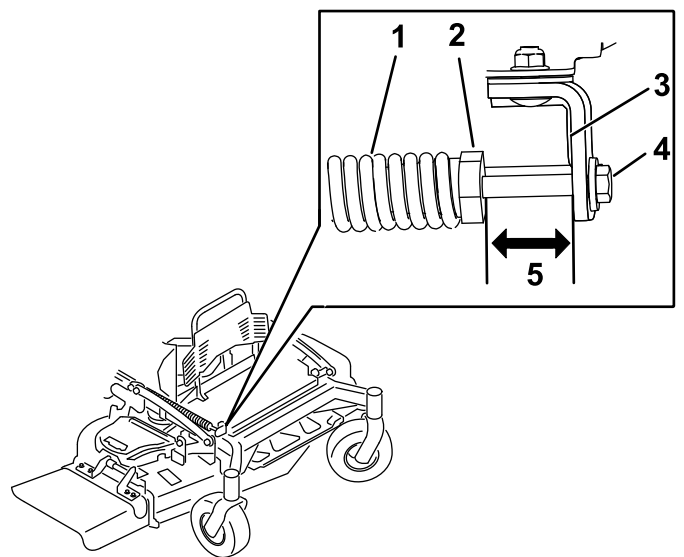

Figure 86
2. Vérifiez la distance entre l'écrou de ressort et l'arrière du support soudé (Figure 86).
3. La distance doit être comprise entre 47 et 50 mm (1,8 et 2 po), comme montré à la Figure 86.
4. Au besoin, réglez la distance en ajustant le boulon sur l'avant du support (Figure 86).